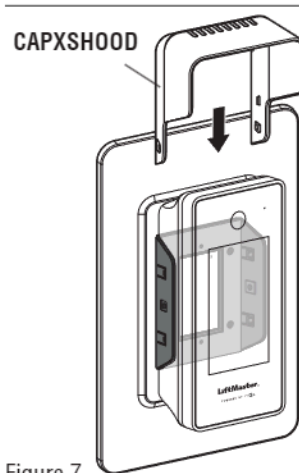

Figure 7
3. Placez le capot du CAPXS. Le cliquet latéral s'insère dans les évidements du support de montage. (Voir figure 7)